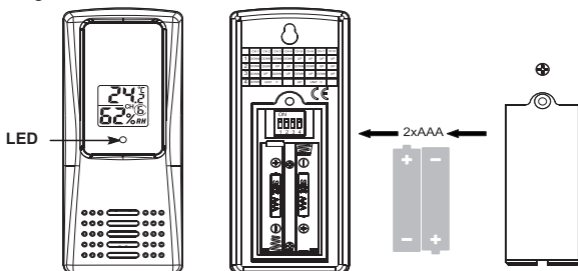

Abbildung 1
1. Entfernen Sie die Batterieabdeckung auf der Rückseite des Senders, indem Sie die Stellschraube entfernen, wie in Abbildung 1 dargestellt.